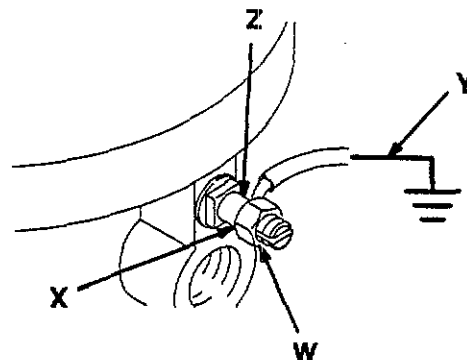

Fig 1
1. **Pumpen:** Använd endast jordade ledningar och klammer. Se fig 1.
För jordning av pumpen, lossa jordskruvens låsmutter (W) och bricka (X). Sätt in ena änden av en min 1,5 mm² jordledning (Y) i spåret på jordskruv (Z) och dra åt låsmuttern ordentligt. Se fig 1. Anslut den andra änden av ledningen till riktig jord. Följ lokala bestämmelser. Se **TILLBEHÖR** på sid 18 beträffande jordledning och klammer.